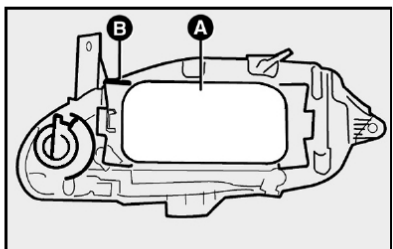
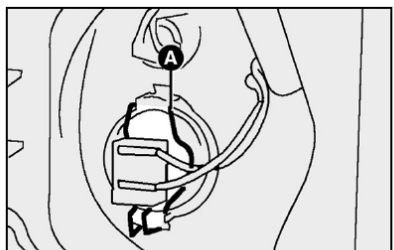

fig. 25
fig. 27
- 1) remover a tampa plástica A para ter acesso às lâmpadas deslocando a trava B-fig. 25;
- 3) retirar o porta-lâmpada pressionando as presilhas A-fig. 27 abrindo-as lateralmente;
- 6) reenganchar a presilha de fixação A-fig. 27 e reconectar a lâmpada, colocando por último a tampa plástica A-fig. 25.